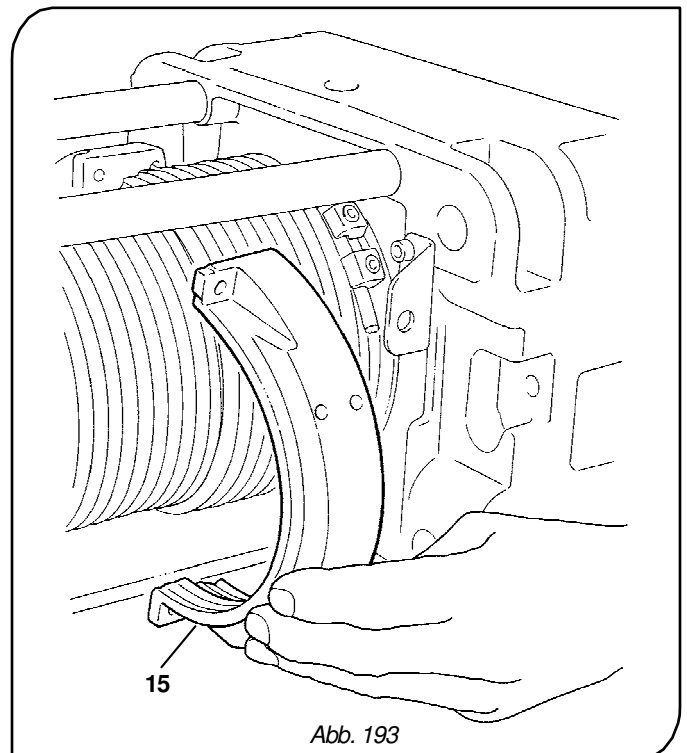

Abb. 193
11. Entfernen Sie den Halbring auf der Gegenseite zum Seilaustritt **-15-** (Abb. 193).